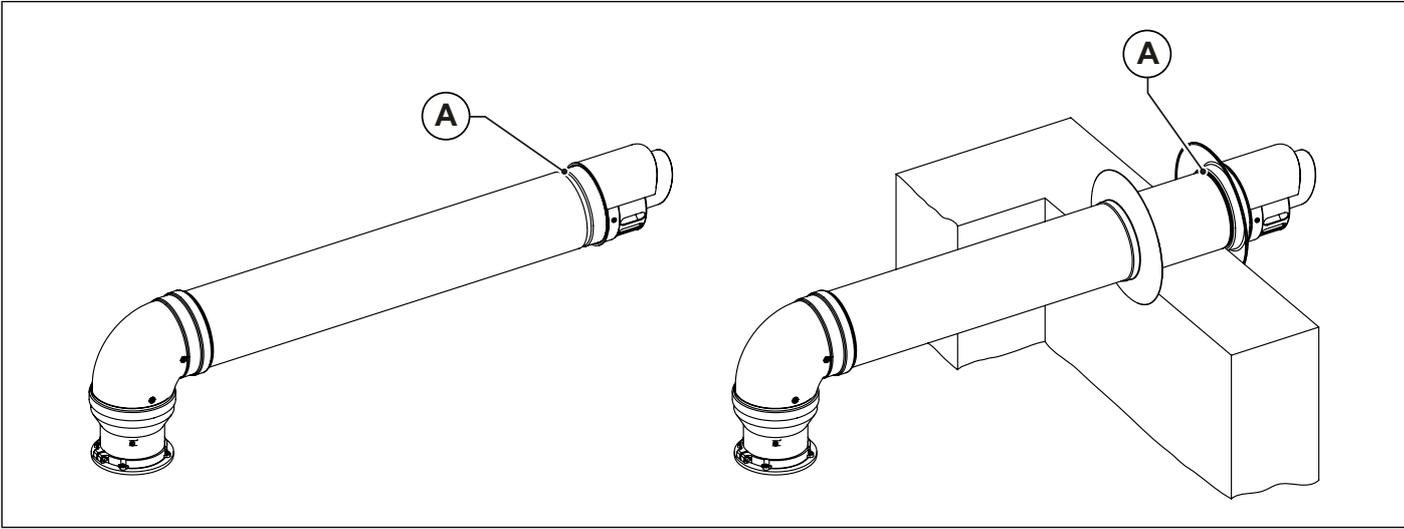

图 13 墙壁末端安装
分支式和同轴式进气管道和排烟管道的末端，都配有一个凹槽 (A)，用于固定外部环扣 (参加图 13 墙壁末端安装)。将外部环扣插入末端直至凹槽位置。从外部插入末端，使外部环扣连接到墙壁上。末端在墙壁上的悬挂位置必须是环扣的放置位置。从内部插入内部环扣，直至连接到墙壁上。任何管道、弯头或其他部件的安装都不得出现在穿墙位置上。